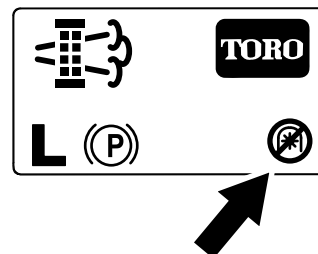

Figura 73
**Nota:** La pantalla de Inicio muestra el icono TDF deshabilitada (Figura 73).
**Nota:** La pantalla de Inicio muestra el icono de TDF deshabilitada; consulte Figura 73 en Mensajes de regeneración estacionaria (página 48).